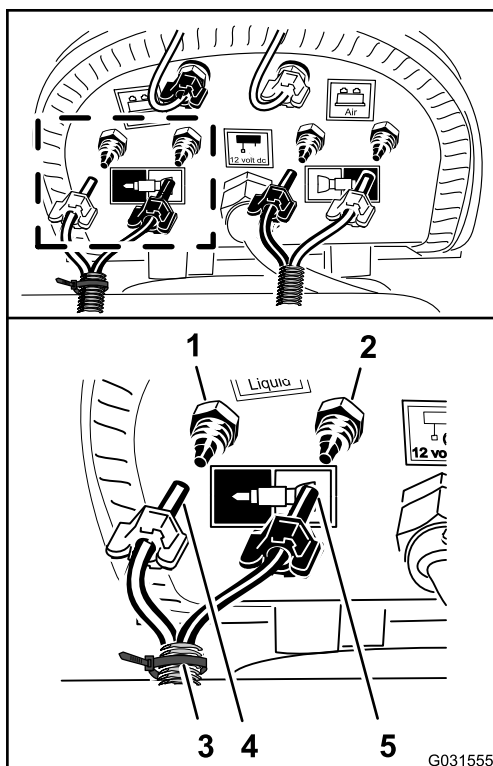

Figura 143
1. Ligue a tubagem com a braçadeira de cabos que preparou no passo 9 de Preparar os novos conjuntos dos tubos para os bicos do marcador de espuma \(página 13\) alinhando o tubo azul da secção direita de pulverização com a união da compressão do circuito de água da secção de pulverização direita (Figura 143).
2. Monte a porca de compressão para o tubo na união e aperte a porca à mão (Figura 143).
3. Alinhe o tubo transparente para a secção de pulverização direita na união da compressão para o circuito de ar da secção de pulverização direita (Figura 143).
4. Monte a porca de compressão para o tubo na união e aperte a porca à mão (Figura 143).